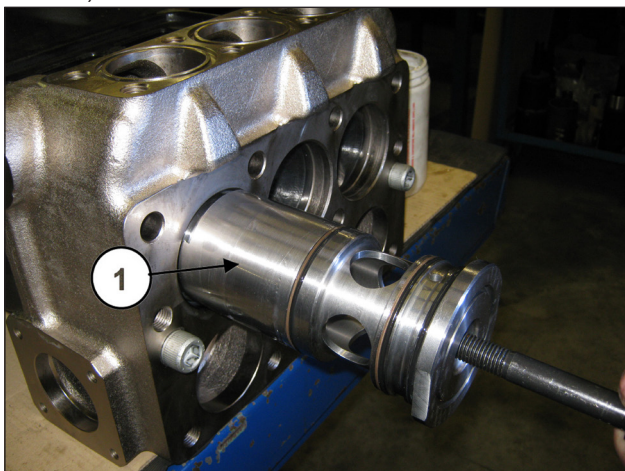

Рис. 109
Извлеките из торца втулки с уплотнениями с помощью съемника с ударной массой (арт. 27929400), который нужно устанавливать в отверстие M16 на их торце (поз. ①, Рис. 109).